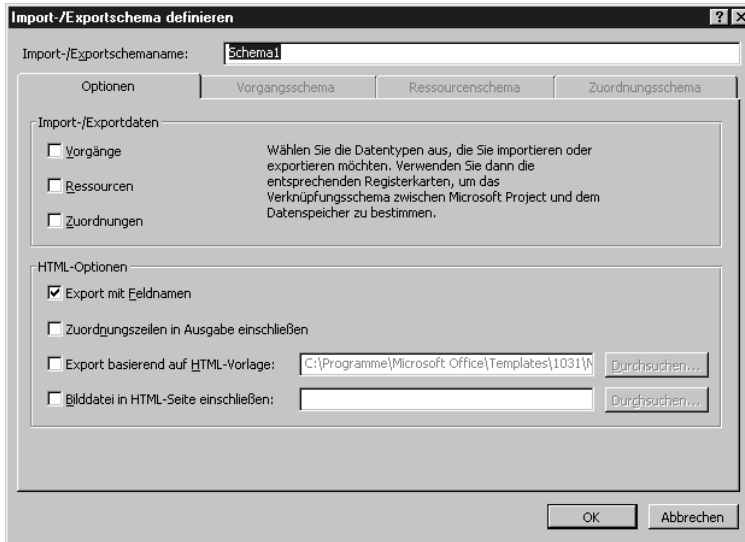

Abbildung 19.8:
4. Klicken Sie im Dialogfeld EXPORTSCHEMA auf die Schaltfläche NEUES SCHEMA. Das Dialogfeld IMPORT/EXPORTSCHEMA DEFINIEREN wird angezeigt (siehe Abbildung 19.8).